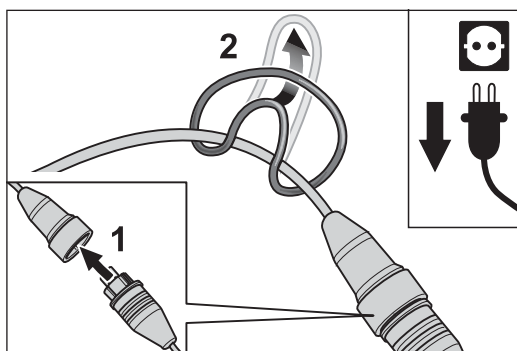

Abb. 14 Das Motorkabel mit dem Verlängerungskabel verbinden (1). Den Zugentlastungsring am Verlängerungskabel befestigen (2).
- 1 Stecken Sie den Stecker des Motorkabels in die Kupplung des Verlängerungskabels (Abb. 14, 1).
- 2 Befestigen Sie den Zugentlastungsring am Verlängerungskabel (Abb. 14, 2).